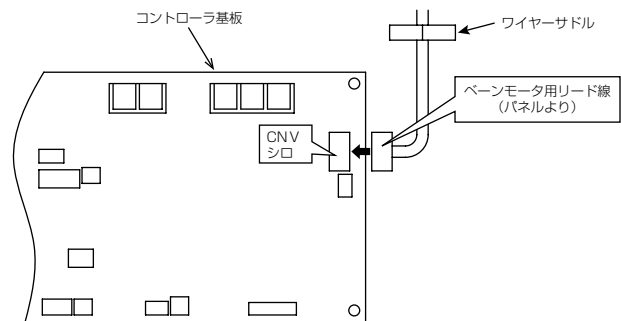

図10
3. 本体制御ボックス内コントローラ基板のCNVにパネルのベーンモータ用リード線のコネクタを確実に差込んでください。（図10）